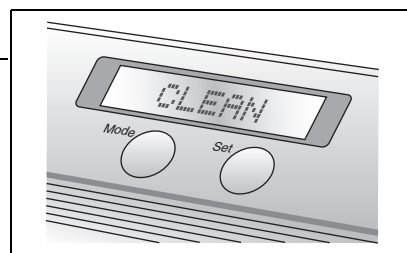

figure 3
- 3 Appuyez sur la touche Mode de la machine jusqu'à ce que « NETTOYAGE » apparaisse sur l'afficheur ACL (voir la figure 3).